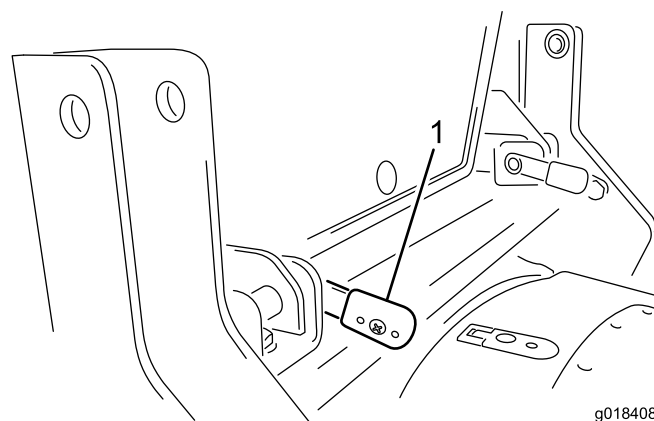

図 15
4. レバーが奥まで入ったら、レバーを後方に回してロックします 図 15。